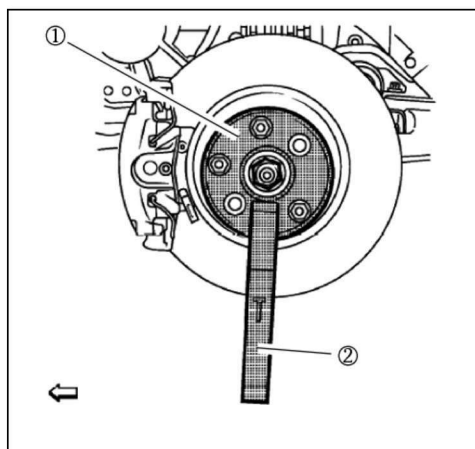

图 1-16 拆卸前轮双头螺栓
- ① 举升和顶起车辆。
- ② 拆下轮胎和车轮总成。
- ③ 排空变速器油。
④ 如图 1-16 所示,使用 3 个车轮螺母,将 CH-49376 扳手①和 EN-956-1 加长件②一同安装至前轮双头螺栓上。